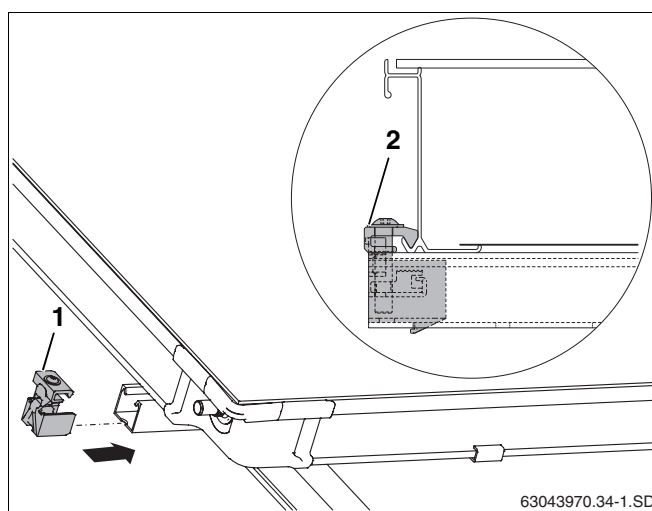

Fig. 52 Terminale di fissaggio, lato sinistro
- Spingere i terminali (fig. 52, **pos. 1**) nella guida profilata superiore e inferiore.
- Spingere il terminale fino al profilo inferiore del collettore e avvitare con la chiave SW5 (fig. 52, **pos. 2**).
Il morsetto (fig. 52, **pos. 2**) del terminale fa ora presa sul bordo inferiore del collettore.